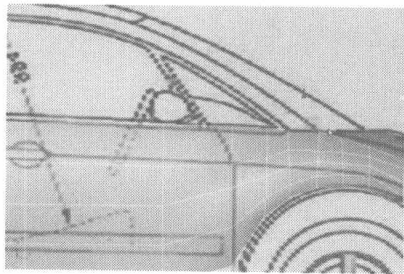
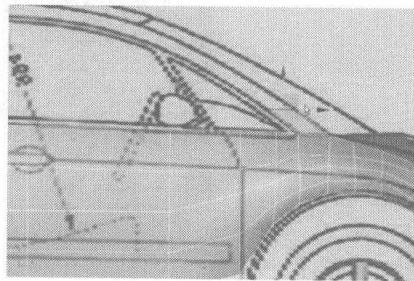

图 7.32
图 7.33
- 13 选择图 7.32 中的曲线，在按住 Shift 键的同时，移动鼠标，复制出新的面，如图 7.33 所示。调整曲线的位置，按照视图的位置，继续复制面，如图 7.34 所示。